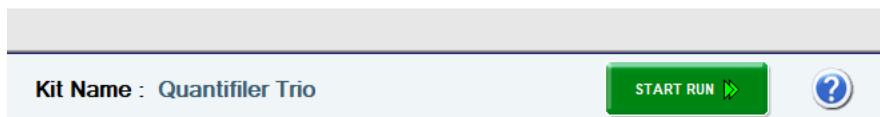

Рисунок 7
7. В правом верхнем углу нажать кнопку «**Start Run**» (рисунок 7).